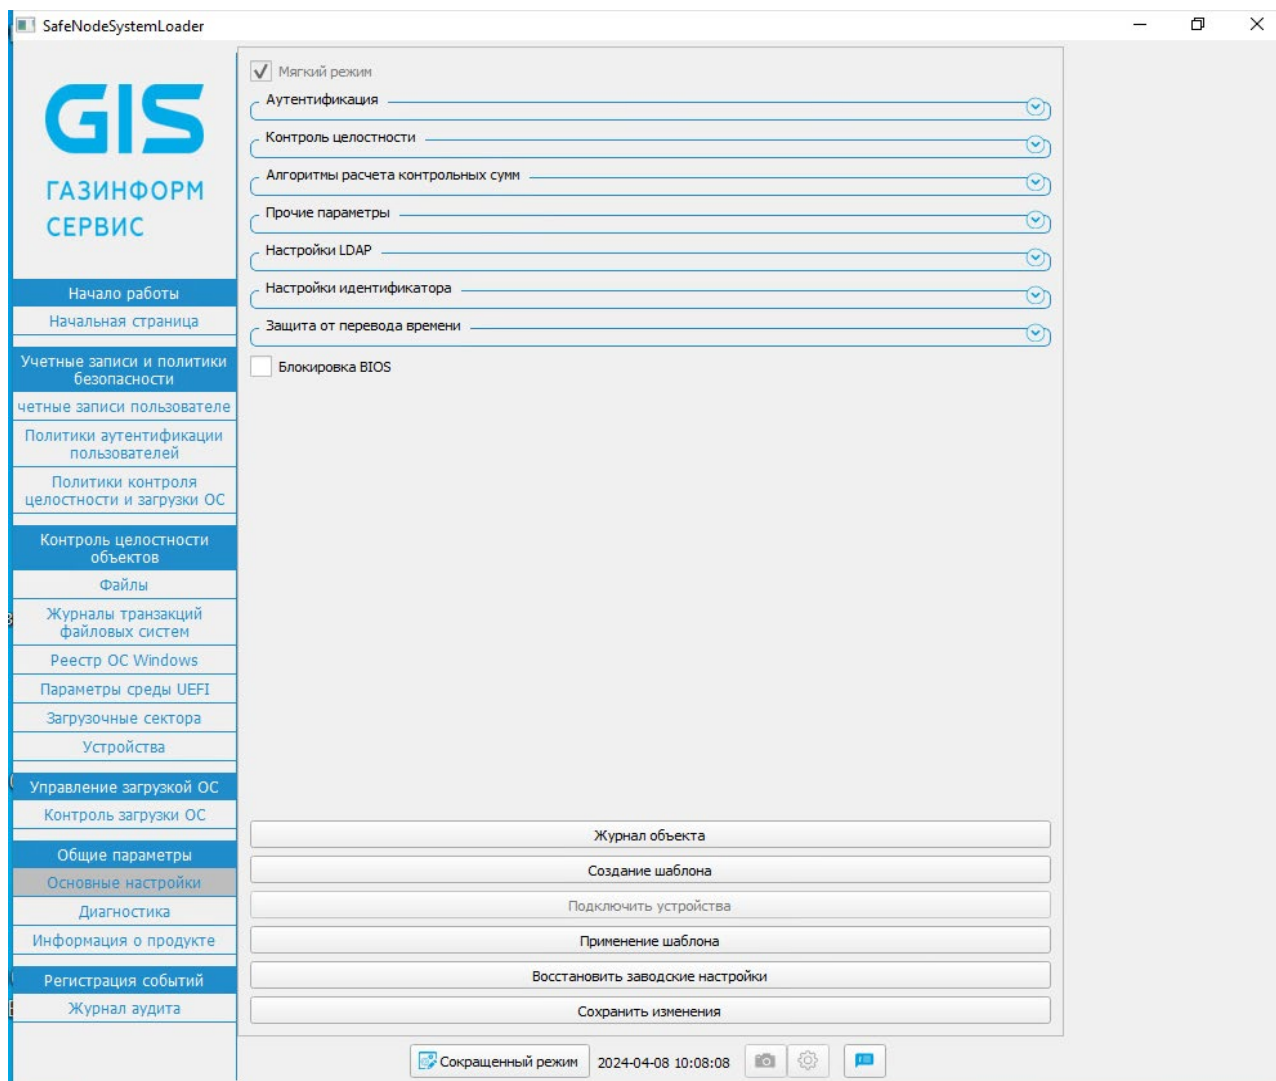

Рисунок 7.9 – Содержимое окна «**Основные настройки**»
7.10 В появившейся графической консоли необходимо установить расширенный режим отображения элементов интерфейса и выполнить переход **Общие параметры** → **Основные настройки** (рисунок 7.9).